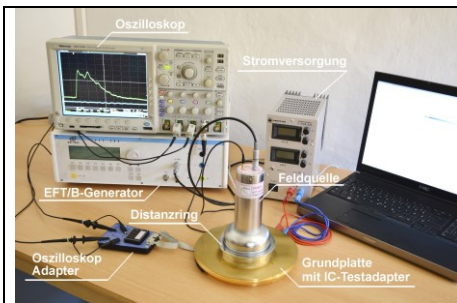

Bild 1 Mess- und Kalibrierplatz für Feldquellen des IC-Testsystems aufgebaut aus den Komponenten der „IC-Testumgebung **Set ICE1**“ und dem **EFM 04**.
1. Verwendung in Verbindung mit der IC-Testumgebung **Set ICE1** als Mess- und Kalibrierplatz für Feldquellen des IC-Testsystems. Mit dem **EFM 04** können die elektrischen Felder der Feldquellen **P1200** und **P1300** (Burst/EFT, ESD) oder **P1400** und **P1500** (HF) gemessen werden. (**Bild 1**).